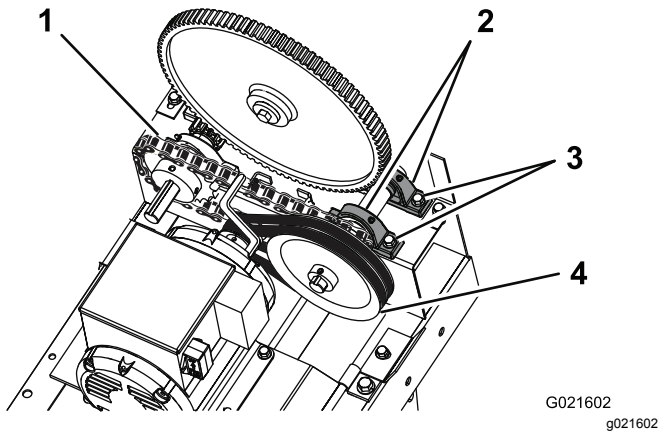

Figura 42
2. Afloje las tuercas y los pernos que sujetan los portacojinetes de la polea tensora (Figura 42).